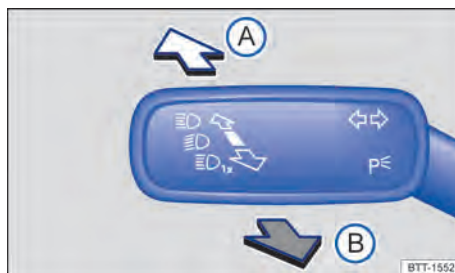

Abb. 83 An der Lenksäule links: Blinker- und Fernlichthebel.
2. Hebel aus der Mittelstellung nach vorn drücken → Abb. 83.
1. Hebel aus der Mittelstellung nach hinten ziehen → Abb. 83.
1. Hebel aus der Mittelstellung nach hinten ziehen und halten → Abb. 83.